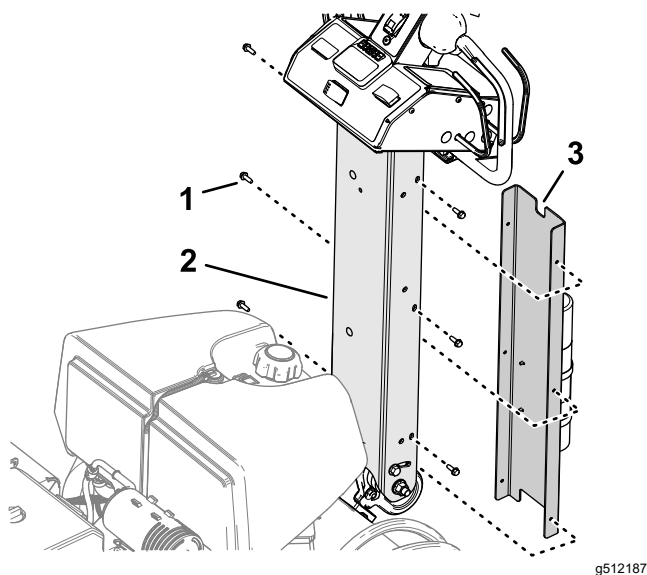

Figura 12
1. Alinhe o pequeno entalhe da cobertura da barra de ligação com o entalhe acima (Figura 12).